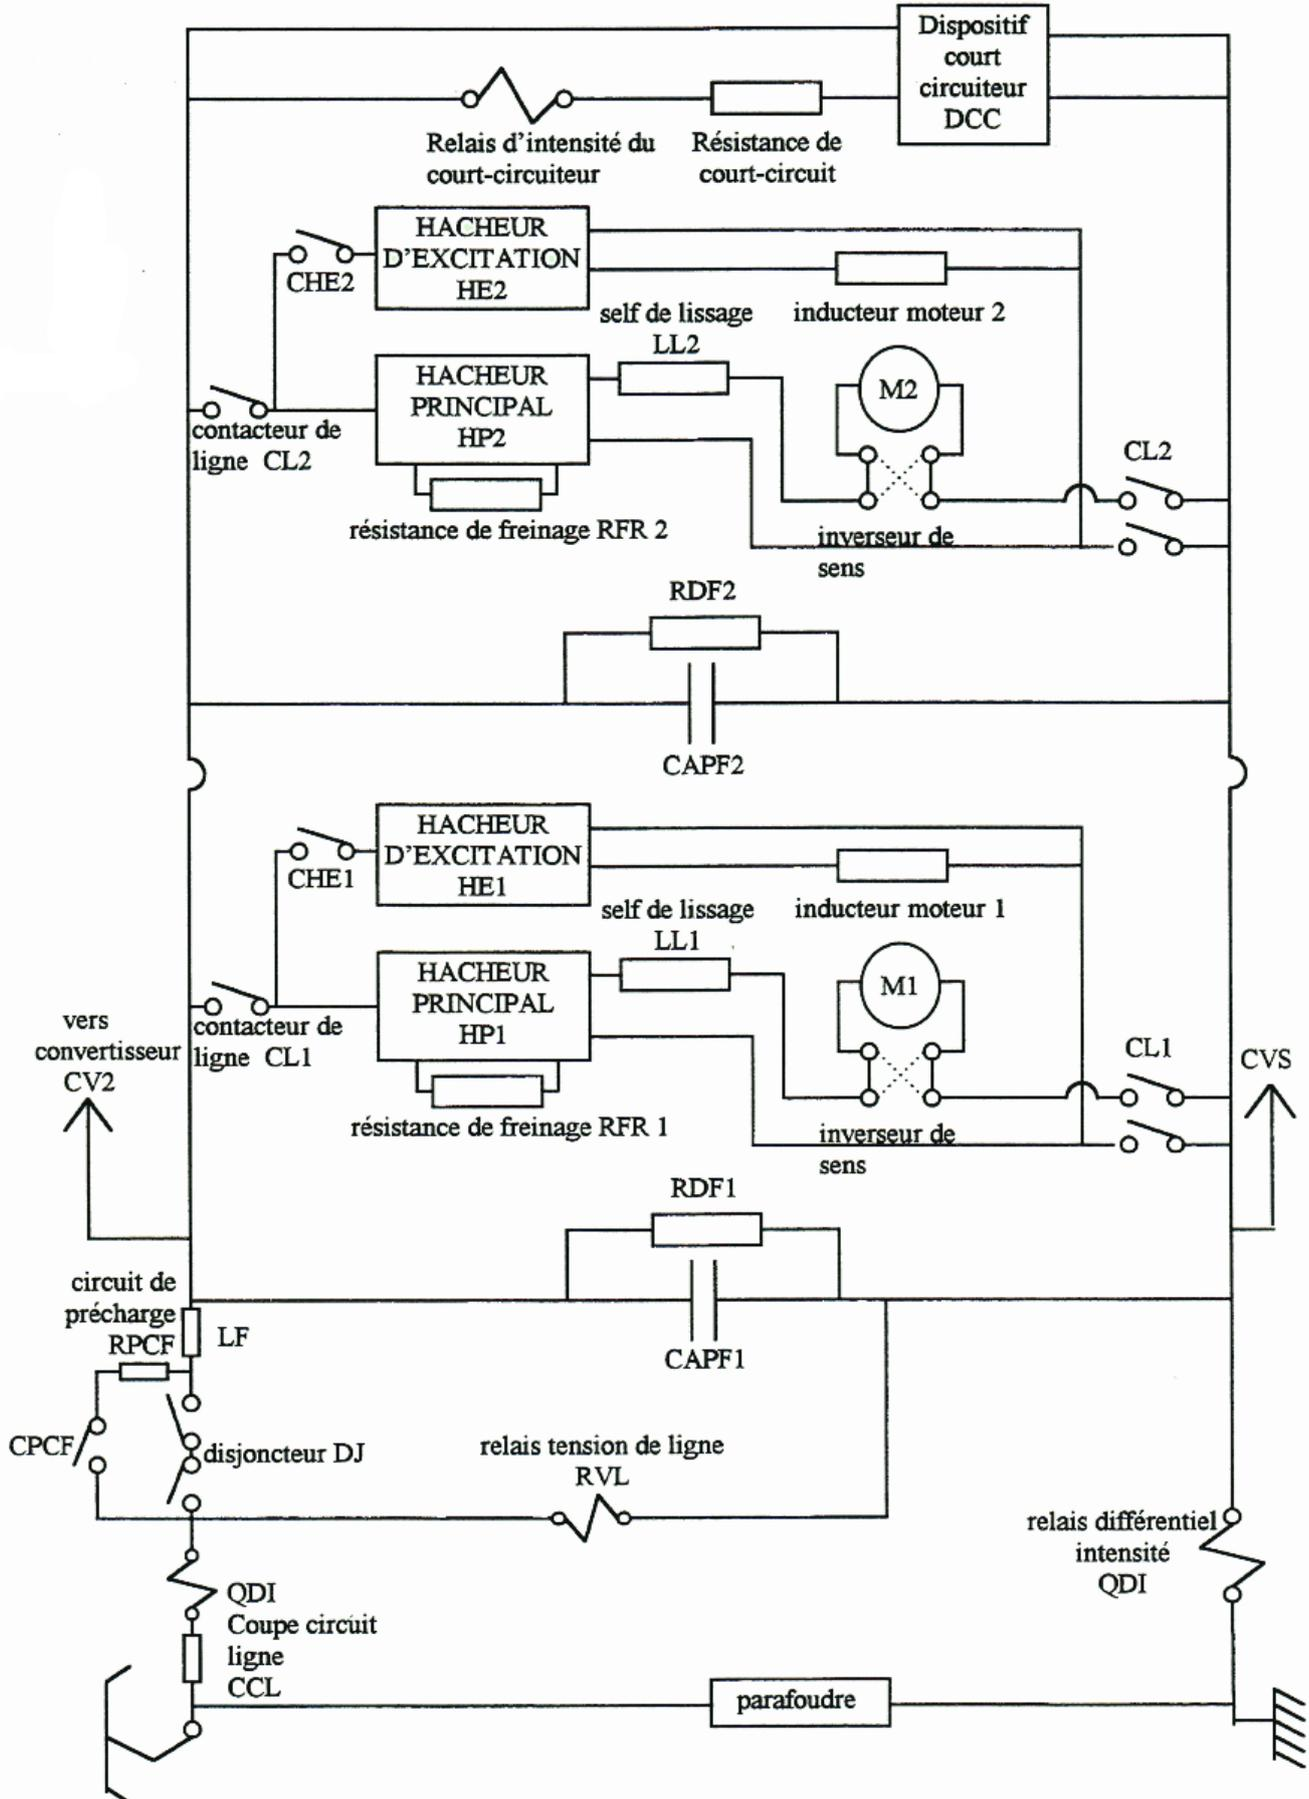

FIGURE 3: Schéma électrique simplifié
- 1 – En s'appuyant sur le schéma fig. 3, et le diagramme $I_m = f(U_m)$ tracé au TD précédent, qualifiez le hacheur (réversibilité, quadrants, isolation, élévation, abaissement, ...)